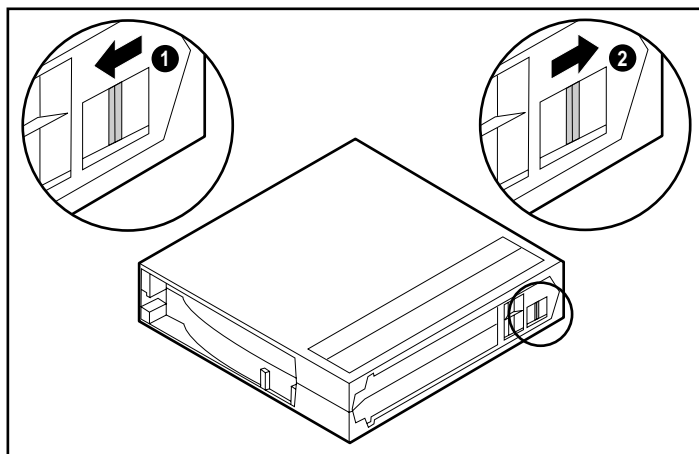

図5: 書き込み禁止スイッチ付きカートリッジ
カートリッジには、データが誤って消去されるのを防ぐための書き込み禁止スイッチがあります。カートリッジをドライブにロードする前に、カートリッジの前面にある書き込み禁止スイッチをオンの位置に設定してください。図5に、書き込み禁止スイッチの使用について示します。スイッチを左側に動かすと①、カートリッジは書き込み禁止になり、スイッチを右側に動かすと②、カートリッジは書き込み可能になります。